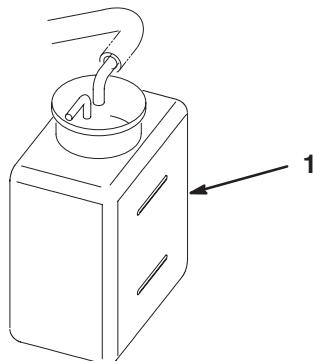

Bild 27
2. Prüfen Sie den Kühlmittelstand (Bild 27). Das Kühlmittel muss sich bei einem kalten Motor zwischen den beiden Linien am Ausdehnungsgefäß befinden.